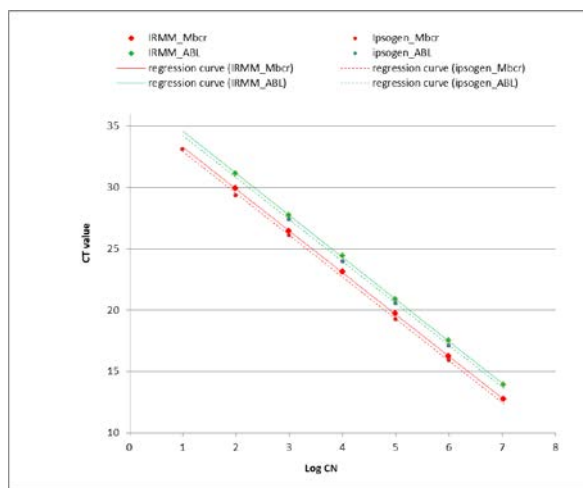
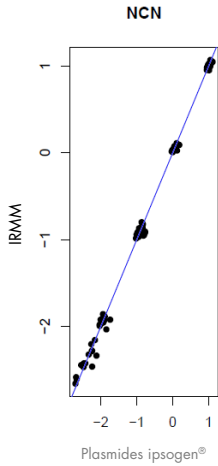

Figure 11. La comparaison des plasmides *ipsogen* et ERM-AD623 BCR-ABL1 indique que les courbes standard sont alignées.
Figure 12. Les valeurs NCN pour les plasmides *ipsogen* et ERM-AD623 sont comparables.
La comparaison, s'appuyant sur le rapport du nombre de copies normalisé (NCN) BCR-ABL1 MbcR/ABL1, a évalué les dilutions des deux standards (*ipsogen* ou ERM-AD623 BCR-ABL1), sur les échantillons de contrôle inclus dans les kits *ipsogen* et sur le matériel de référence certifié du National Institute for Biological Standards and Control (NIBSC, Institut national des standards biologiques et de contrôle) (8). Les résultats indiquent que les deux courbes standard sont alignées (Figure 11) et que les rapports NCN sont comparables (Figure 12).